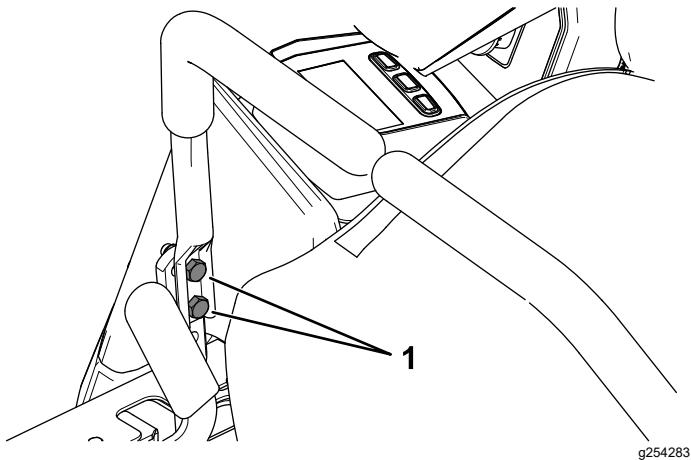

Figure 54
- Si l'alignement doit être corrigé d'un côté, desserrez les 2 boulons de fixation du levier de commande de déplacement du côté concerné (Figure 54).
- Resserrez les 2 boulons de fixation du levier de commande de déplacement (Figure 54).